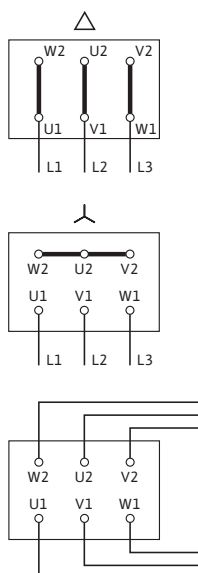

Fig. 12 : Alimentation réseau
- Le schéma de raccordement électrique se trouve dans le couvercle de la boîte à bornes (voir aussi fig. 12).
- L'alimentation réseau du bornier dépend de la puissance du moteur P_2 , de la tension d'alimentation et du type de branchement. Pour le couplage nécessaire des ponts de liaison dans la boîte à bornes, se reporter au tableau suivant et à la fig. 12.